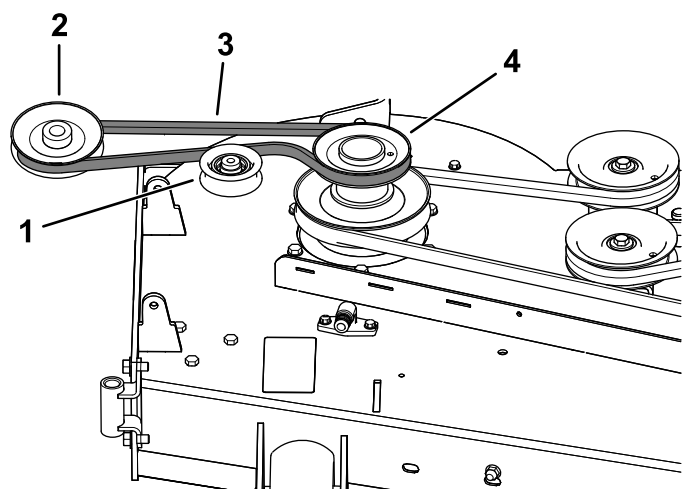
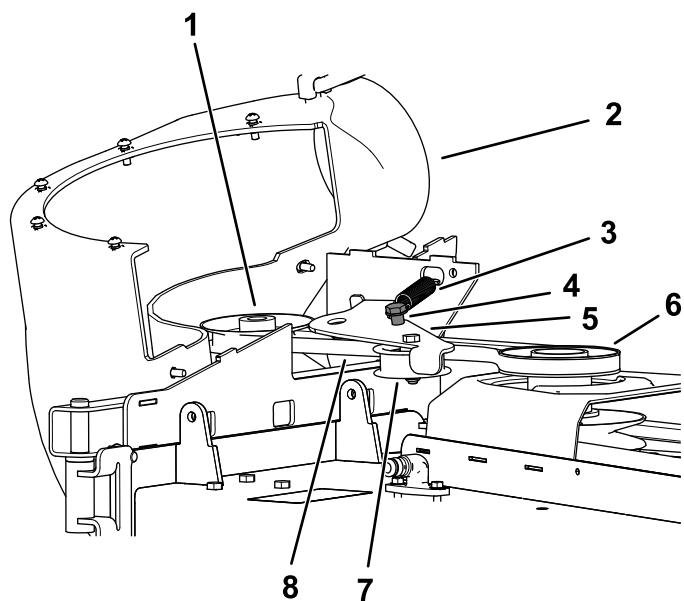

Figura 25
Figura 26
1. Po potrebi montirajte kaiš na remenicu duvača (Figura 25).
1. Postavite kaiš oko remenice duvača (Figura 25 i Figura 26); pogledajte 10 Montaža sklopa duvača (Pagina 16).
- Povucite remenicu prenosnika sa oprugom da se odmakne od fiksiranog stubića opruge, pa provucite kaiš oko remenice kućišta kosilice (Figura 26).
- Provucite kaiš oko pogonske remenice kako je prikazano na Figura 25 i Figura 26.